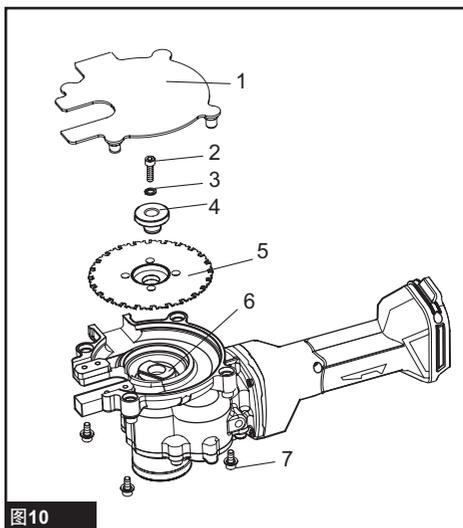

图10
► 图10：1. 镶齿锯罩 2. 螺栓 3. 垫圈 4. 镶齿锯导板 5. 镶齿锯 6. 输出齿轮（凸面部件） 7. 镶齿锯罩固定螺栓